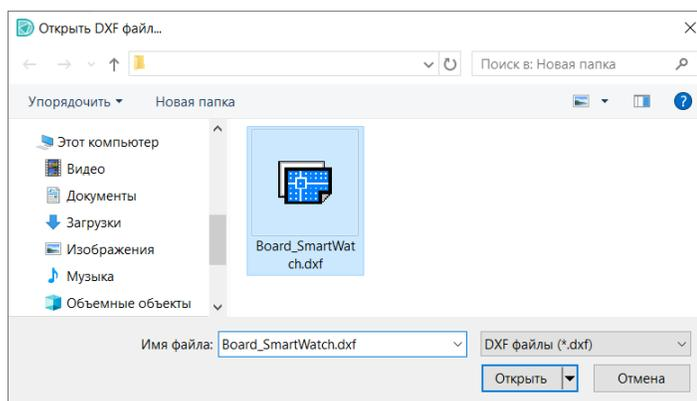

Рис. 93 Окно выбора файла для импорта .dxf
3. Выберите и откройте нужный файл в формате .dxf через окно проводника, см. Рис. 93.